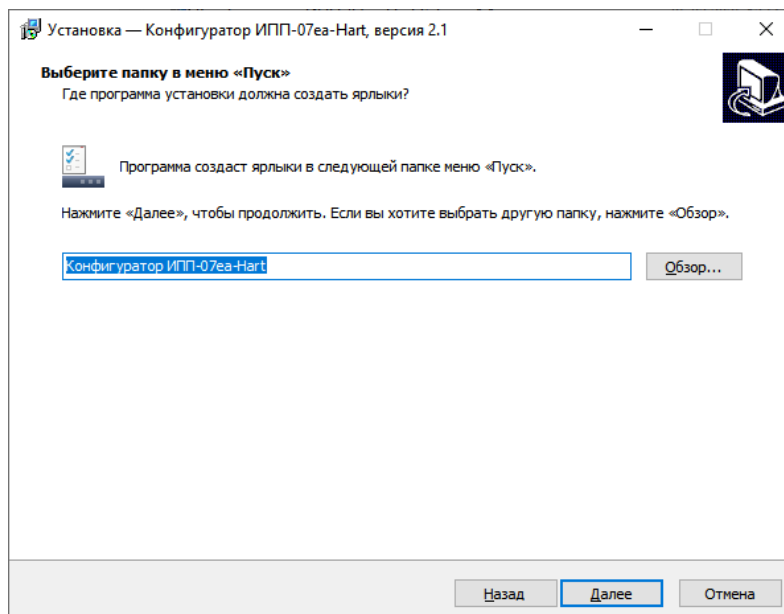

Рисунок 1.3 – Окно «Выберите папку в меню «Пуск»»
3) В окне «Выберите папку в меню «Пуск»» (Рисунок 1.3) необходимо выбрать папку в меню «Пуск» нажав кнопку «Обзор». После нажать кнопку «Далее». По умолчанию в меню «Пуск» будет создана папка «Конфигуратор ИПП-07ex-Hart».